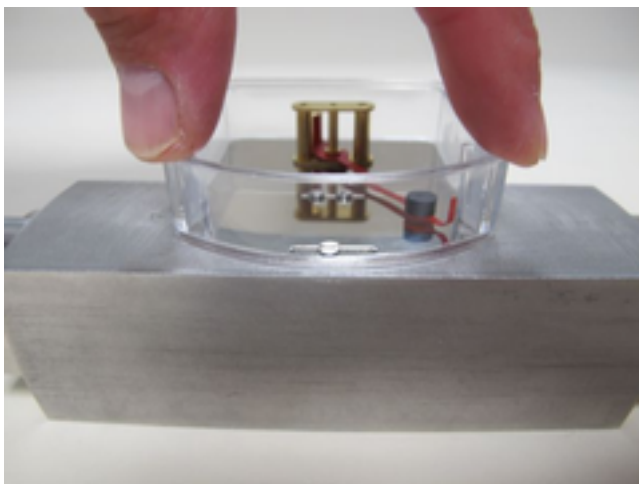

Abb. 67: Anzeigengehäuse aufsetzen
- 14.** Kunststoffgehäuse auf die Anzeige-Bodenplatte aufsetzen und andrücken bis dieses einrastet (Abb. 67)